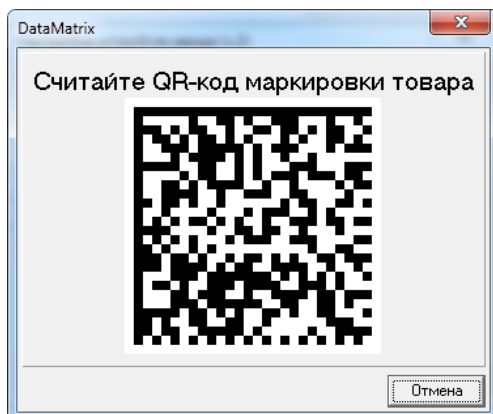
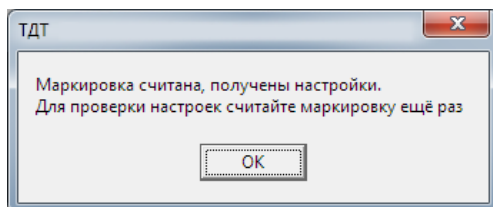

Рис. 16. Настройка маркировки
Рис. 17. Настройки маркировки получены
- Нажмите кнопку [Настройка маркировки], в открывшемся окне считайте QR-код (рис. 16). Если все в порядке, появится окно «Настройки маркировки переданы» (рис. 17).